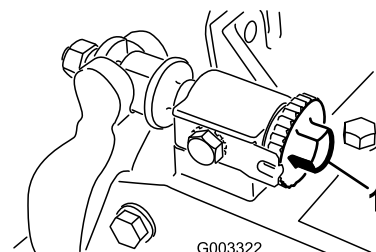

Figure 26
1. Séparez le cylindre et la contre-lame en tournant les boutons de réglage de la contre-lame (Figure 26) dans le sens anti-horaire jusqu'à ce que les deux pièces ne soient plus en contact.